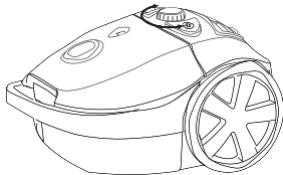

Figure 7 Réglage de la force d'aspiration
8. Vous réglez la force d'aspiration au moyen du bouton de réglage; voir la figure 7. Lorsque vous nettoyez des meubles, par exemple, ou des rideaux, il est recommandé de diminuer la force d'aspiration. Ceci évite que les tissus ne soient aspirés à l'intérieur de l'embout d'aspiration.